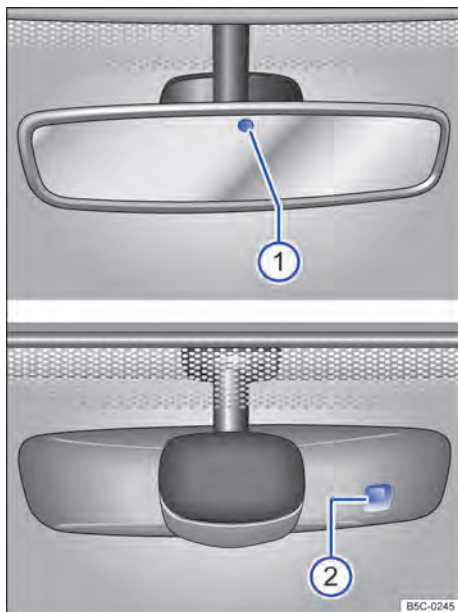

Fig. 86 No para-brisa: espelho retrovisor interno com antiofuscante automático.
As possíveis causas de avarias e interpretações errôneas na área da superfície sensível → Fig. 86 do sensor de chuva são, entre outras:
Quando a ignição é ligada, os sensores medem a incidência de luz. Existem 2 sensores no espelho retrovisor interno, um que mede a incidência de luz pela *frente* → Fig. 86 ① e outro que mede a incidência de luz por *trás* ②. Em função dos valores medidos, o espelho retrovisor interno é escurecido automaticamente.